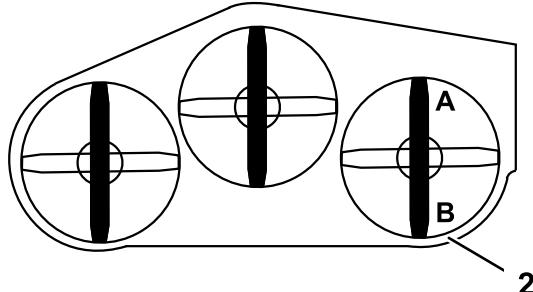

Figura 62
1. Disponete la lama destra in posizione longitudinale rispetto alla macchina (Figura 62).
2. Misurate la lama destra al punto **A** da una superficie pianeggiante fino al tagliente della punta della lama (Figura 62).
4. Misurate la lama destra al punto **B** da una superficie pianeggiante fino al tagliente della punta della lama (Figura 62).
6. La lama del tosaerba deve essere da 6 a 10 mm più bassa al punto **A** rispetto al punto **B** (Figura 62). In caso contrario eseguite la seguente operazione.